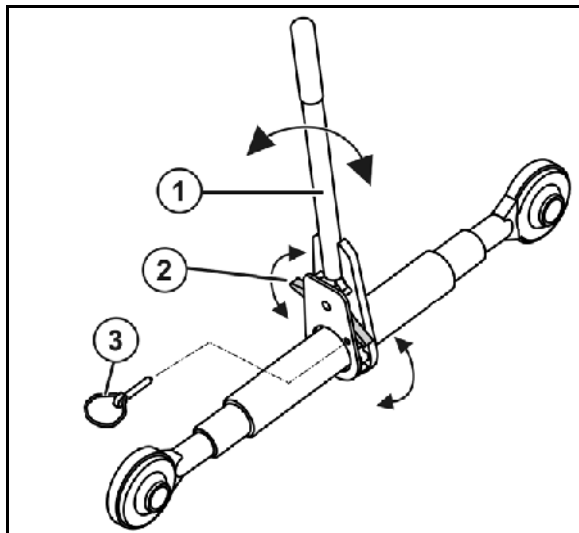

Рис. 36
1. Снимите пружинный фиксатор (Рис. 36/3).
2. Закрепите балансир (Рис. 36/2) в соответствие с нужным направлением вращения.
3. При помощи рычага (Рис. 36/1) удлините/укоротите шпиндель.
4. Зафиксируйте установку пружинным фиксатором (Рис. 36/3).